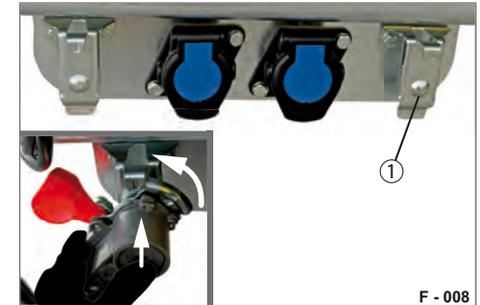

Abb. 10 Abkuppeln
- ▶ Kupplungsköpfe in die Parkdosen eindrehen (Abb. 10/1). Dadurch werden die Anschlüsse / Dichtflächen gegen Verschmutzung und Beschädigung sicher geschützt.